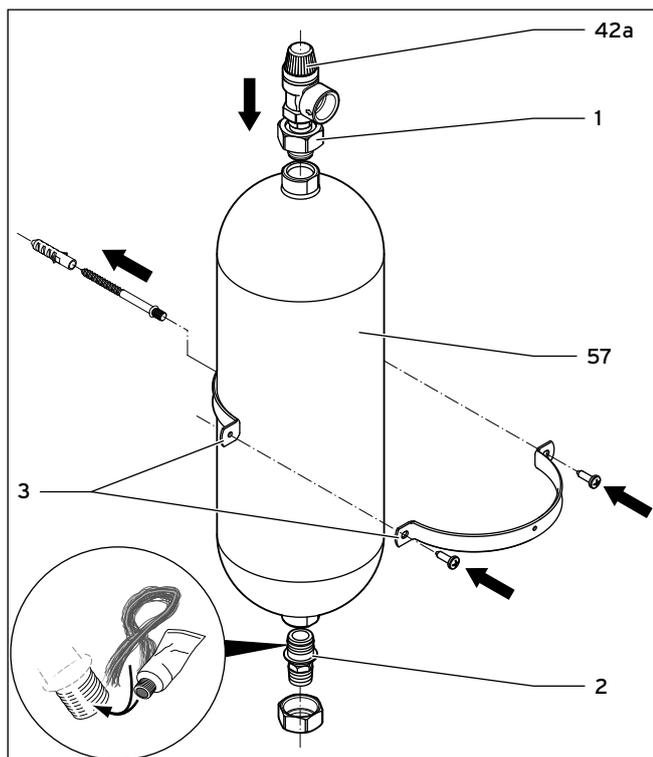

Abb. 5.8 Sole-Ausgleichsbehälter montieren
- ▶ Dichten Sie das Außengewinde des oberen Anschlussstücks (1) mit einer Dichtmasse ab, die trocken abdichtet, z. B. Teflonband.
- ▶ Montieren Sie das obere Anschlussstück mit Sicherheitsventil an den Sole-Ausgleichsbehälter (→ Abb. 5.8, Pos. 57).